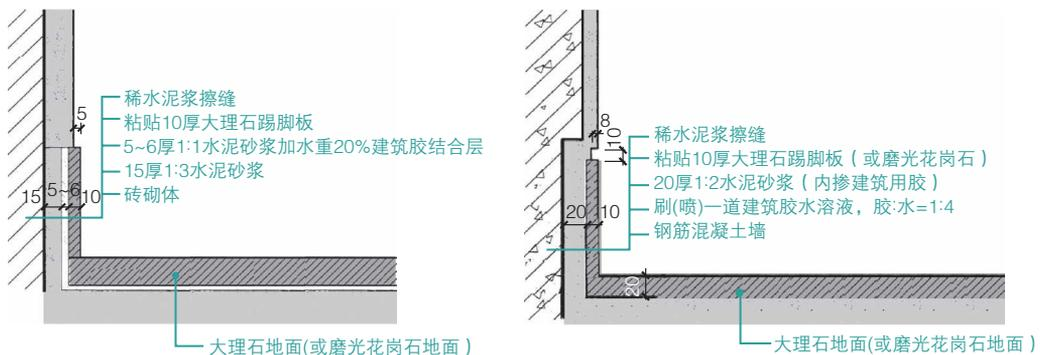

图11-17 一些大理石(花岗石)地面踢脚板工程构造做法
- ① 施工时,注意基底标高、楼板厚度、砂浆结合层、大理石(花岗石)面层标高等尺寸数据的准确性。
- ② 石材采购、加工时,注意规格尺寸、质量、掺入料、掺入剂、保管等要求。
- ③ 避免石材产生泛黄、水渍等问题。
- ④ 如果刷素水泥浆面积过大,产生了风干,则可能会引起大理石(花岗石)空鼓现象。
- ⑤ 踢脚板阴角要采用大面踢脚板压小面踢脚板。
- ⑥ 需要注意过门口等特殊位置大理石(花岗石)的铺贴。
- ⑦ 注意运输大理石(花岗石)板块、铺砌大理石(花岗石)、铺砌完后在大理石(花岗石)地面上行走、大理石(花岗石)地面完工等不同阶段对大理石(花岗石)的保护。
- ⑧ 一些大理石(花岗石)地面踢脚板工程构造做法如图11-17所示。